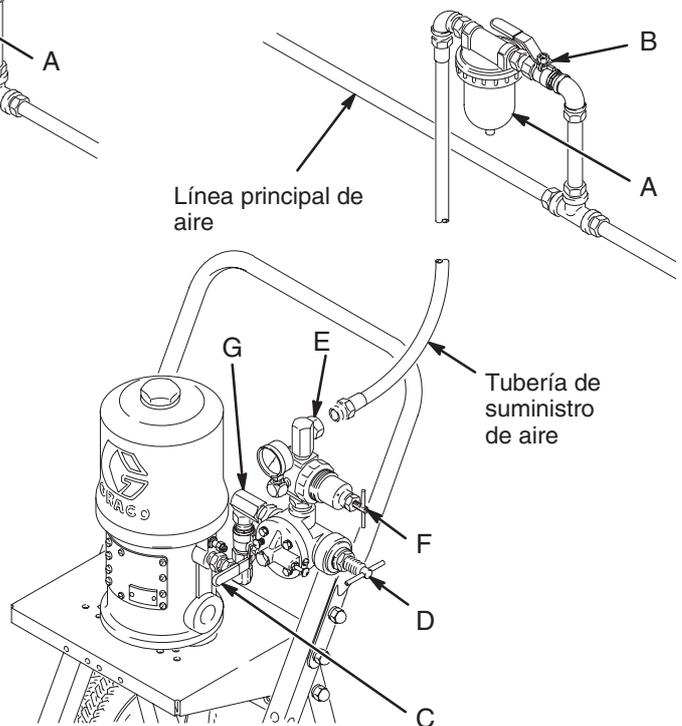
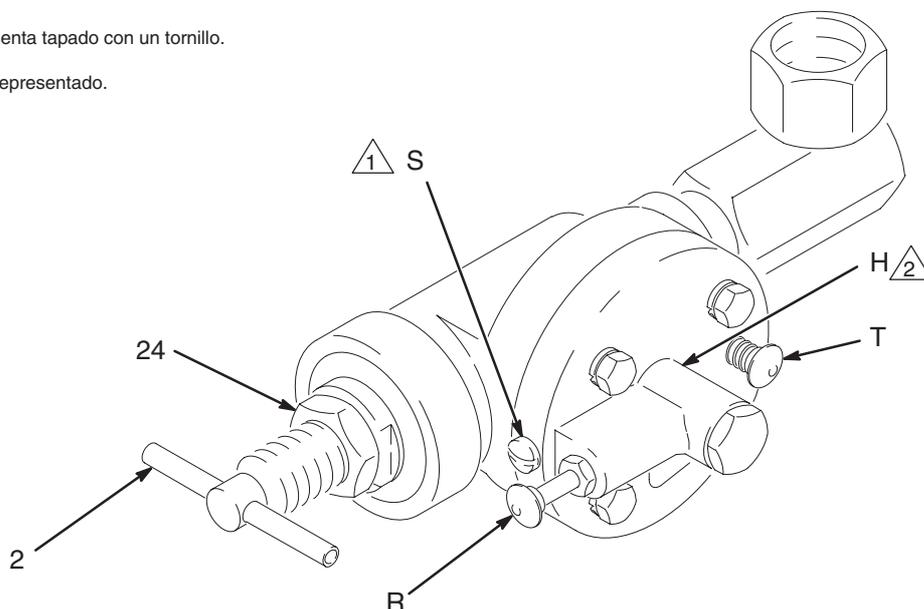

Fig. 1
Fig. 2
Los números y las letras de referencia que aparecen en el texto se refieren a las Fig. 1 y 2 y al diagrama de las piezas de la página 10.
El detalle A de la Fig. 1 muestra la válvula limitadora (D) utilizada con el motor de aire Bulldog® montado sobre carro. El montaje en un motor con soporte mural se realiza de la misma manera. Para evitar que la válvula se dispare accidentalmente debido a la inversión del motor neumático, monte el regulador de aire (F) entre el motor neumático y la válvula limitadora. Utilice el adaptador giratorio de 90° (G, suministrado) para conectar la salida de la válvula limitadora a la entrada del regulador de aire.
Los detalles B y C de la Fig. 1 muestran la válvula limitadora (D) que se utiliza con los motores neumáticos President®, montados en soporte mural o en carro. Cuando se utiliza con caudales de aire bajos, tal como es el caso de los motores President, la válvula limitadora funciona con mayor fiabilidad si se instala entre el regulador de aire (F) y el motor neumático. Utilice el adaptador giratorio de 90° (G, suministrado) para conectar la salida de la válvula limitadora a la línea de aire.
Puerto de señal (Vea la Fig. 2)
1. Afloje la contratuerca de ajuste (24). Vea la Fig. 2.
2. Compruebe que la manija en T (2) está completamente girada **en sentido contrario a las agujas del reloj**.
4. Abra **lentamente** la válvula principal de cierre (B), el regulador de aire (F) y la válvula neumática principal de purga (C). Vea la Fig. 1.